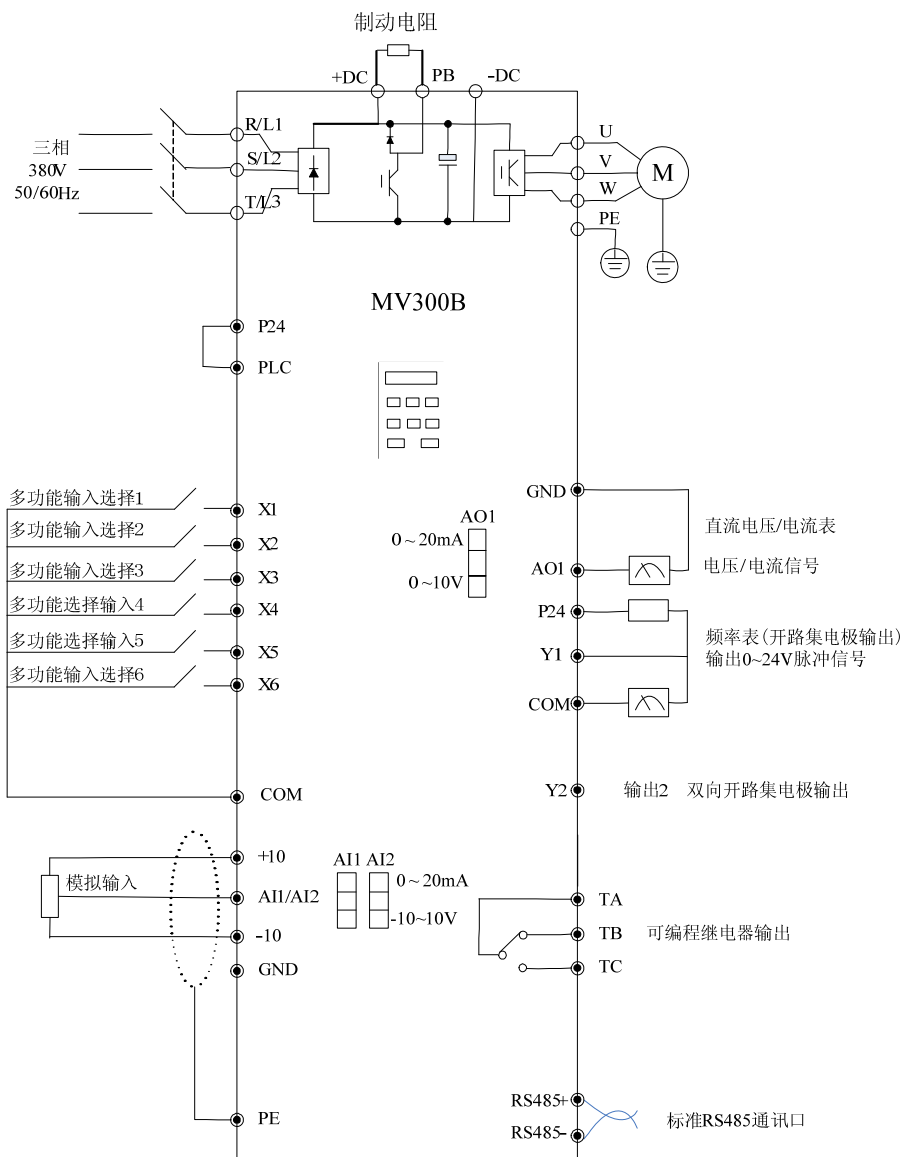

图3-4 基本配线图 2
- 7: 图 3-4 是 MV300BH-4T18.5 ~ 4T30、MV300BN-4T22 ~ 4T37 机型的基本运行配线图，该图所示的机型若外接制动电阻，需非标定制带有内置制动单元的产品，请参考表 1-4。